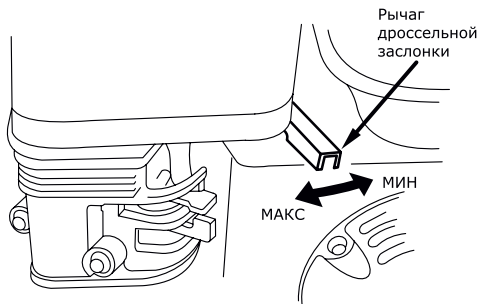

Рис. 10
- Поставьте рычаг дроссельной заслонки на 1/3 хода в сторону положения «МАКС» (рис. 10).
- По мере прогрева двигателя постепенно передвиньте рычаг воздушной заслонки в положение «Открыто». Число оборотов двигателя и соответственно производительность двигателя регулируется изменением положения рычага дроссельной заслонки (рис. 10).